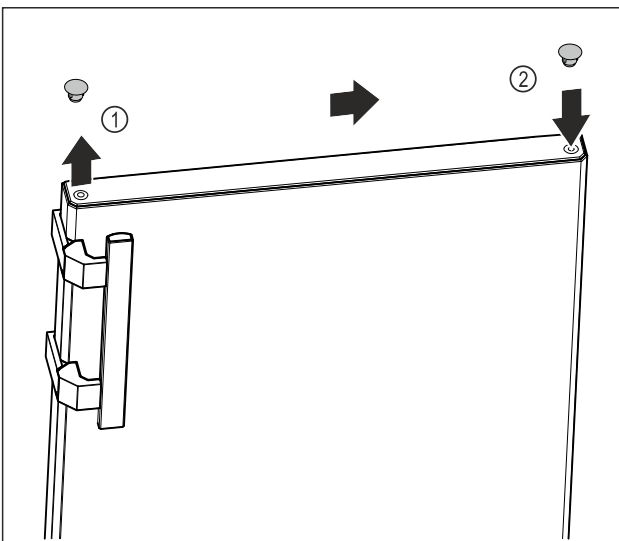

Fig. 10
- Óvatosan emelje le az ajtó felső oldalán a fedődugót Fig. 10 (1) egy lapos csavarhúzóval.
- Helyezze fel a fedődugót a másik oldalon. Fig. 10 (2)